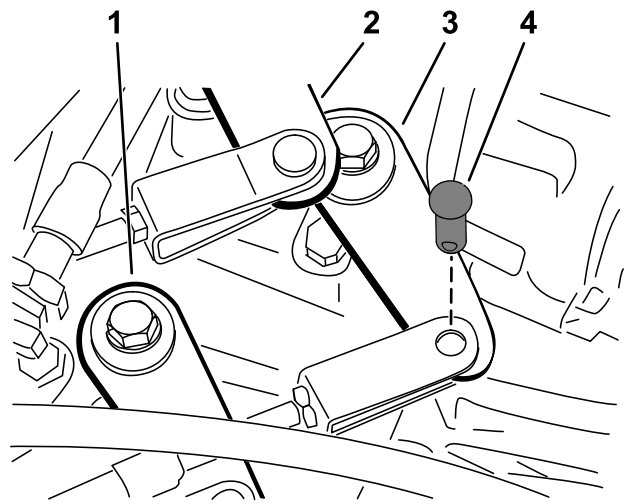

Figura 45
2. Togliete i perni che fissano i cavi ai bracci del cambio del transaxle (Figura 45).
1. Togliete il perno a testa che fissa il cavo del range Superiore – Inferiore al transaxle (Figura 45).